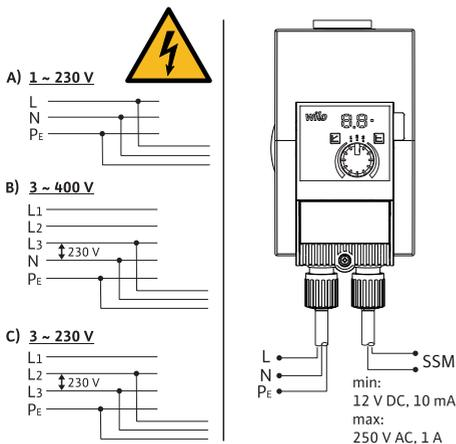

Fig. 3: Можливості під'єднання
- Під'єднувати до мереж низької напруги 230 В. У разі під'єднання до мереж IT (конфігурація мережі Isol^é Terre) обов'язково переконатися, що напруга між фазами (L1-L2, L2-L3, L3-L1 → Fig. 3) не перевищує 230 В.